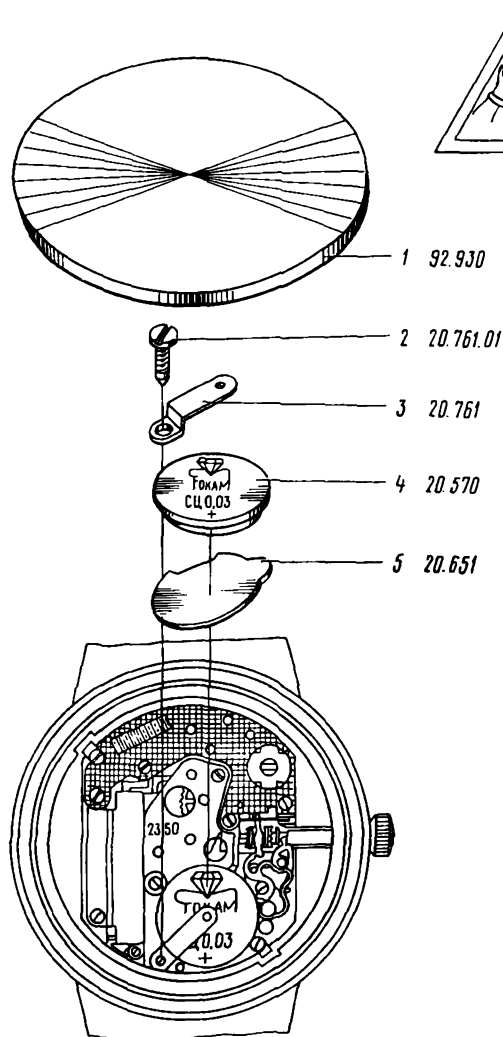

Рис. 115
2. Снять крышку (дно) 1 (рис. 115)